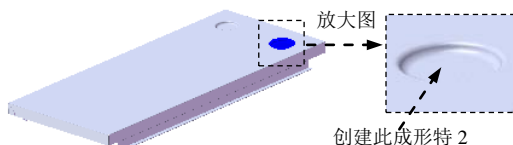

图 17.9.41 创建成形特征 2
Step19. 创建图 17.9.41 所示的成形特征 2。